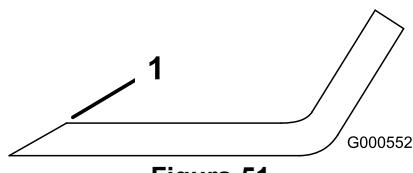

Figura 51
1. Utilice una lima para afilar el filo de corte en ambos extremos de la cuchilla (Figura 51).
Nota: Si la cuchilla no está equilibrada, rebaje algo el metal en la parte de la vela solamente con una lima (Figura 51).